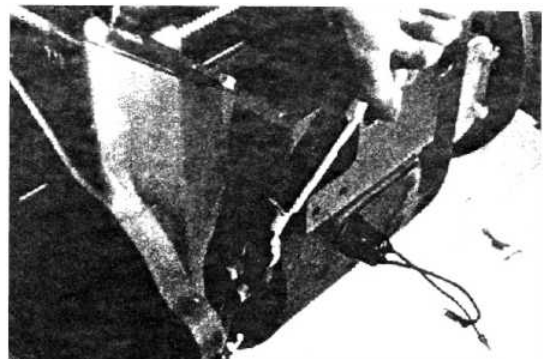

Рис. 3-25
(4) Прежде чем затягивать стопорный винт на конце рычага вала, затяните два крепежных болта с моментом 28,4–44 Н м (2,9–4,5 кг м) (рис. 3-25).